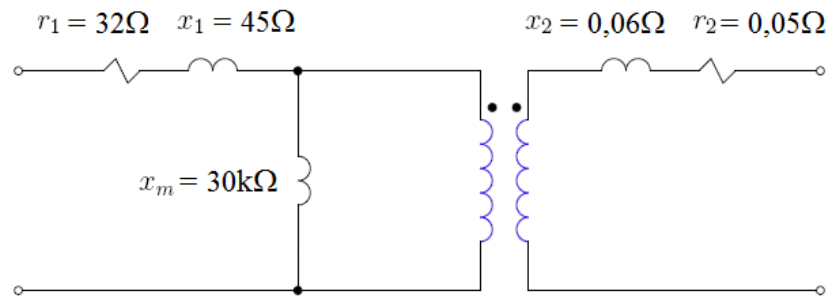

Figura 2. Circuito equivalente de um transformador monofásico
- a) Um transformador de distribuição monofásico de 20kVA, 8000V/480V, tem os valores de resistências e reatâncias conforme a Figura 2. Calcule os valores resultantes dos ensaios em circuito aberto e em curto-circuito.